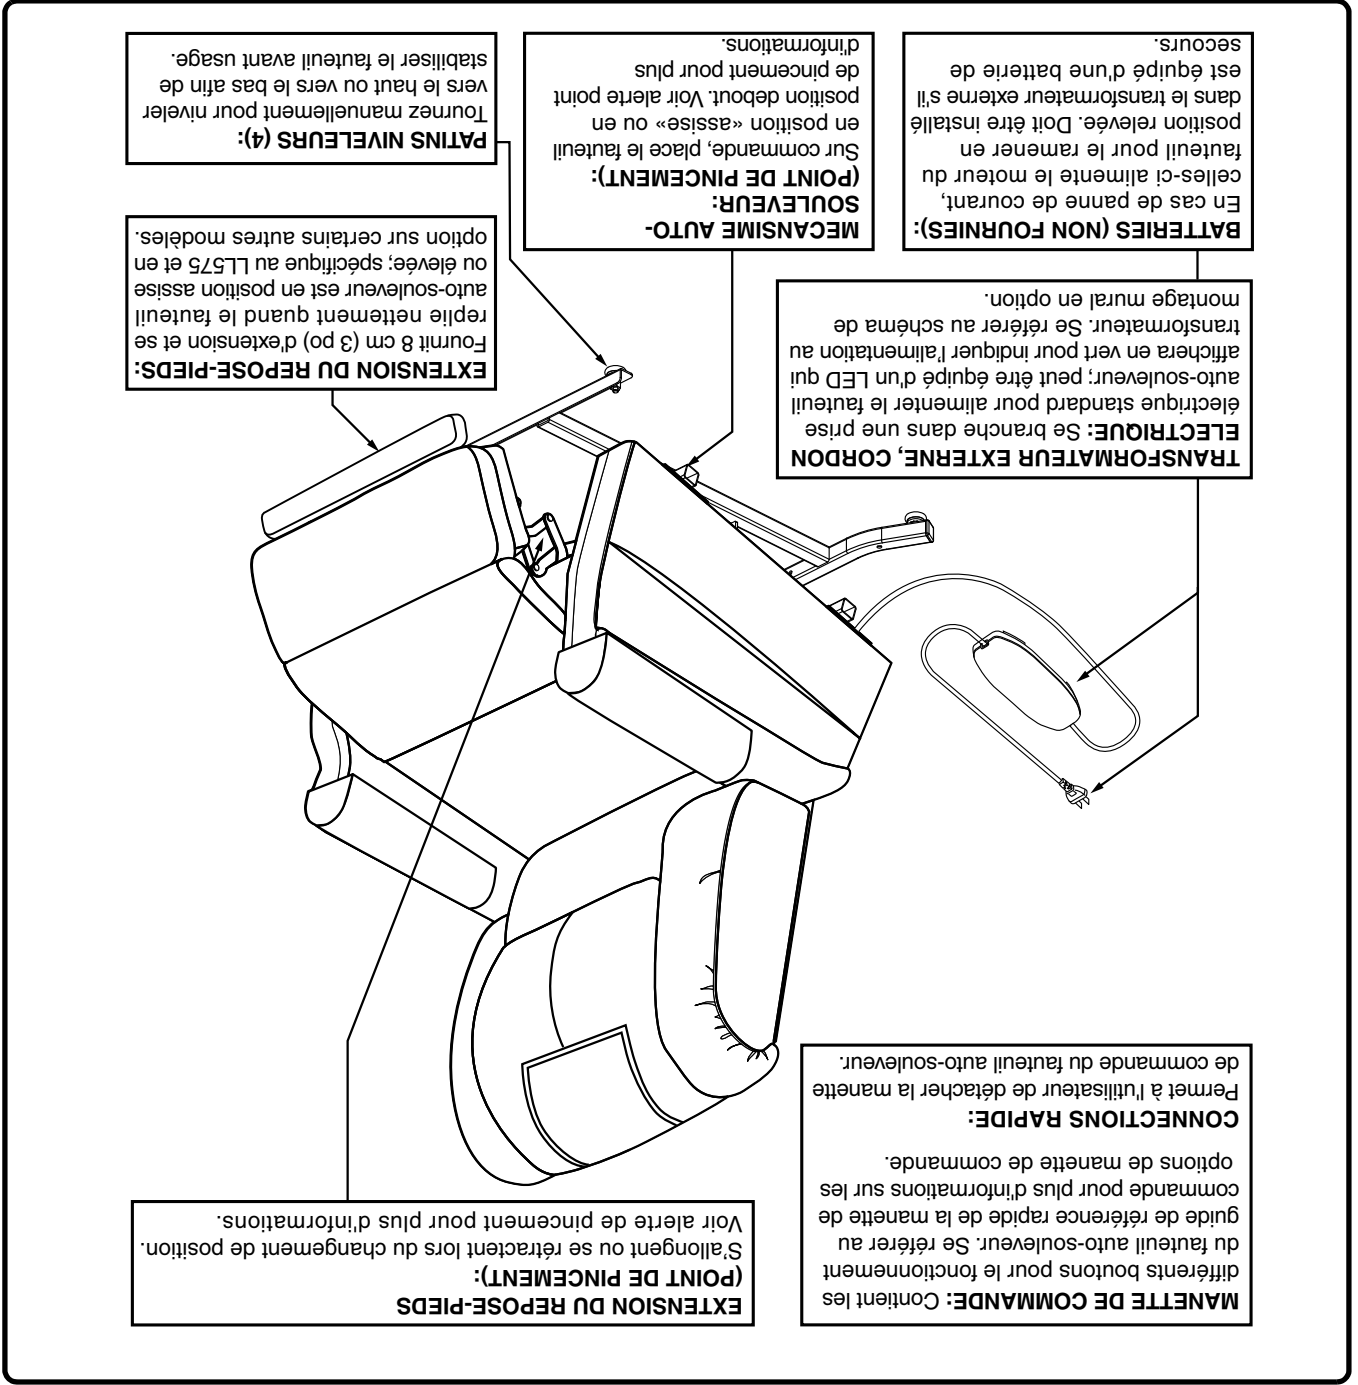

Figure 3.1 Composantes du fauteuil auto-souleveur
2. Réglez les patins niveleurs pour stabiliser le fauteuil auto-souleveur (Fig. 3.1).
Les fauteuils auto-souleveurs sont équipés de plusieurs châssis et de plusieurs composants électriques. En règle générale, les composants du châssis (ou le cadre) incluent un coussin\* de siège amovible, repose-pied, nivelage de pieds, un mécanisme de levage, et des mécanismes à ciseaux. Les composants électriques comprennent le transformateur externe, manette de commande, et ± piles (non fournies). Reportez-vous à la **figure 3.1** et notez que les illustrations et les options énumérées peuvent ne pas refléter le type de fauteuil auto-souleveur que vous possédez.
Le mécanisme en ciseaux et de soulèvement possède des labels aux endroits ou on peut pincer/écraser ses doigts sous le fauteuil auto-souleveur. Gardez vos mains loin de ces endroits et assurez-vous qu'il n'y ait pas d'objet dans la trajectoire du mécanisme. Voir la **figure 3.1** pour localiser les endroits à éviter.